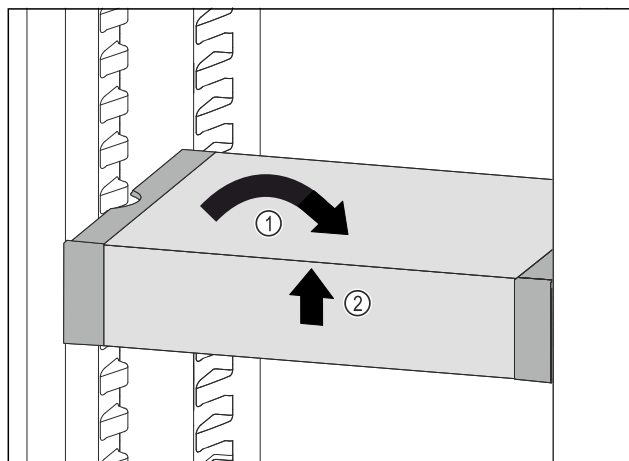

Fig. 120
- ▶ Predal VarioSafe postavite ravno. Fig. 120 (1)
- ▶ Predal VarioSafe dvignite spredaj. Fig. 120 (2)